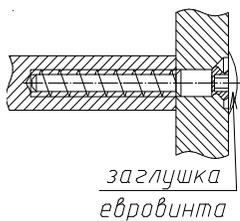
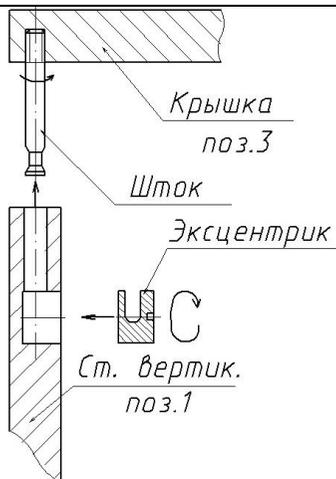

Рис.1
Рис.2
1. Собрать каркас тумбы по прилагаемой схеме сборки с помощью евроинтов (рис.1) и стяжек эксцентриковых (рис.2).